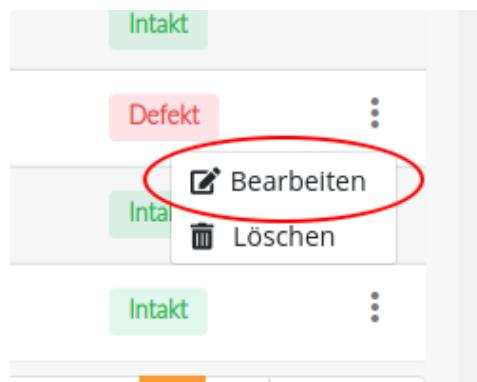

Abbildung 61: Editieren eines Prozessschrittes
- Klicken Sie auf der Übersichtsseite in der entsprechenden Reihe rechts auf das ausklappbare Menü (gekennzeichnet durch drei vertikale Punkte, vgl. Abbildung 61)